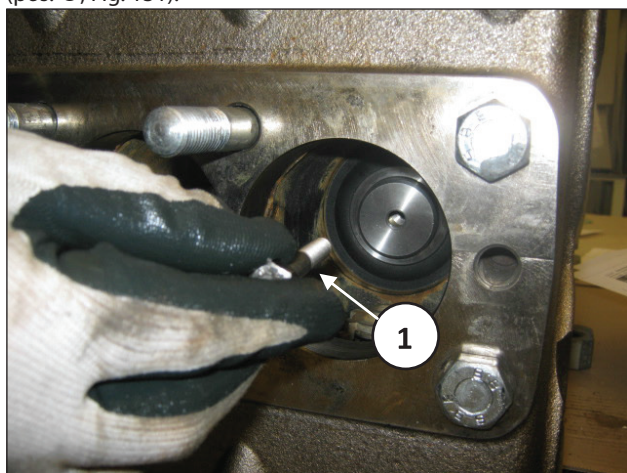
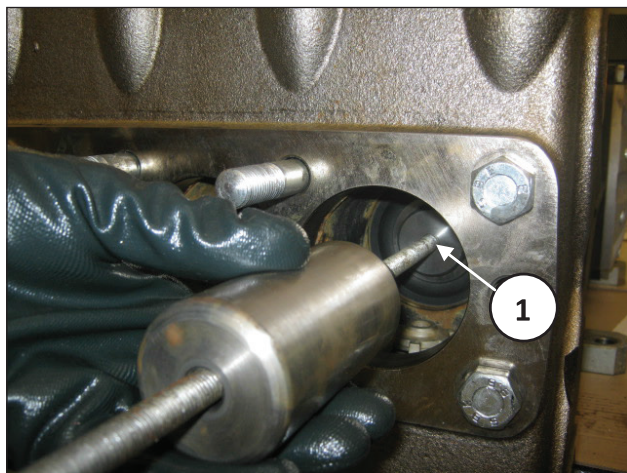

Fig. 130
Fig. 131
Svitare la vite M8 che fissa il gruppo pistone ed estrarla insieme alla bussola fiss. guarnizione (pos. ①, Fig. 130). In caso di necessità è possibile utilizzare il foro M10 per estrarre la bussola fiss. Guarnizione mediante massa battente (pos. ①, Fig. 131).